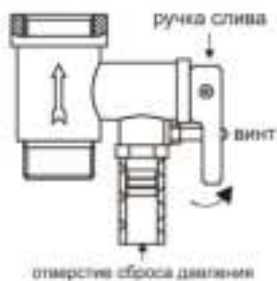

Рисунок 6
4. На входной патрубок, обозначенный голубым цветом и стрелкой направления течения воды, накрутите предохранительный клапан так, чтобы течение воды совпадало с направлением стрелки на корпусе клапана. На отверстие сброса давления предохранительного клапана (см. рисунок 6) оденьте дренажную трубку\* для отвода воды (возможно появление при нагревании) в канализацию (трубку необходимо направить строго вниз и запрещено перегибать её).
6. Если не предусмотрен сливной кран-тройник (см. п. Подключение к водопроводной сети), воду можно слить через комбинированный предохранительный клапан: открутить винт ручки слива предохранительного клапана и перевести ручку слива в верхнее положение, при этом кран выхода горячей воды должен быть открыт, а кран подачи холодной воды в водонагреватель должен быть перекрыт (см. рисунок 6). Из отверстия сброса давления предохранительного клапана потечет вода. Никогда не сливайте воду, если ее температура выше 50°C, т. к. это может привести к ожогам.